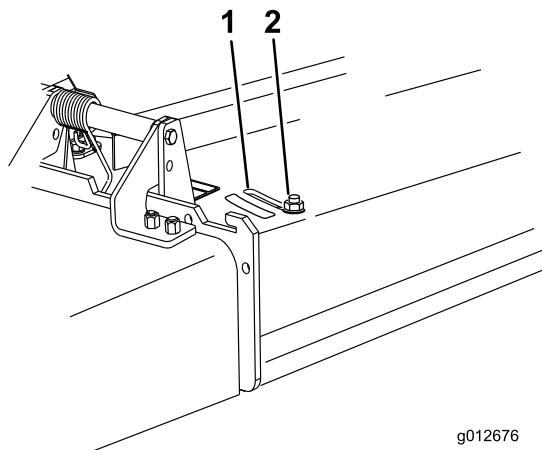

Figure 18
3. Pour régler le déflecteur, desserrez l'écrou (Figure 18).